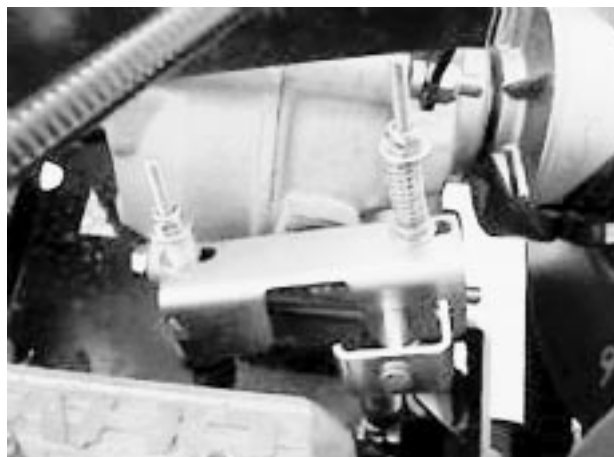

図 3
1. シフト「前進」状態にした時、圧縮されていない方のスプリングの長さが 25-28 mm になっていることを確認する（図 3）。